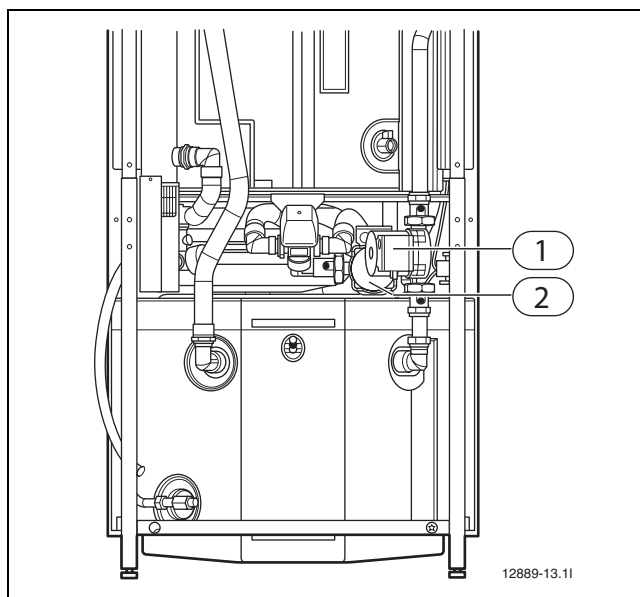

Bild 53 Kombimodulens kopplingsutrymme
- ▶ Kontrollera att värmebärarpumpen inte har stannat (→ Bild 53).